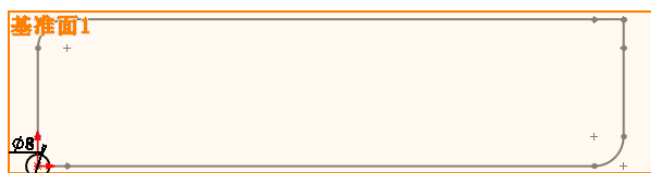

图3-52 草图标注
(8) 标注尺寸。单击“草图”工具栏中的（智能尺寸）按钮，标注尺寸如图3-52所示。